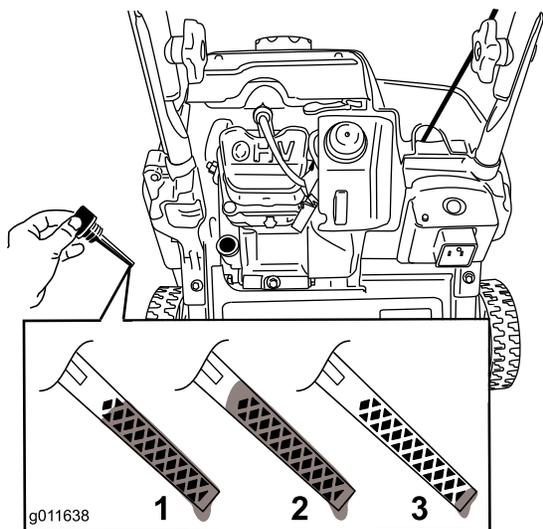

Рисунок 13
8. Для того, чтобы правильно определить уровень масла на масломерном щупе, см. Рисунок 13.